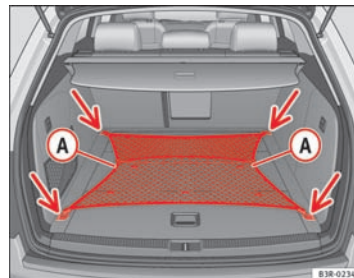

Fig. 118 Filet à bagages déployé
- Accrochez le filet à bagages aux quatre œillets d'arrimage -flèches- ⇒ fig. 118.